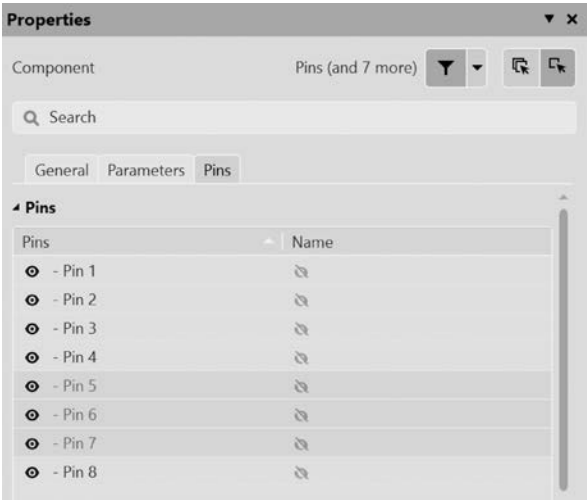
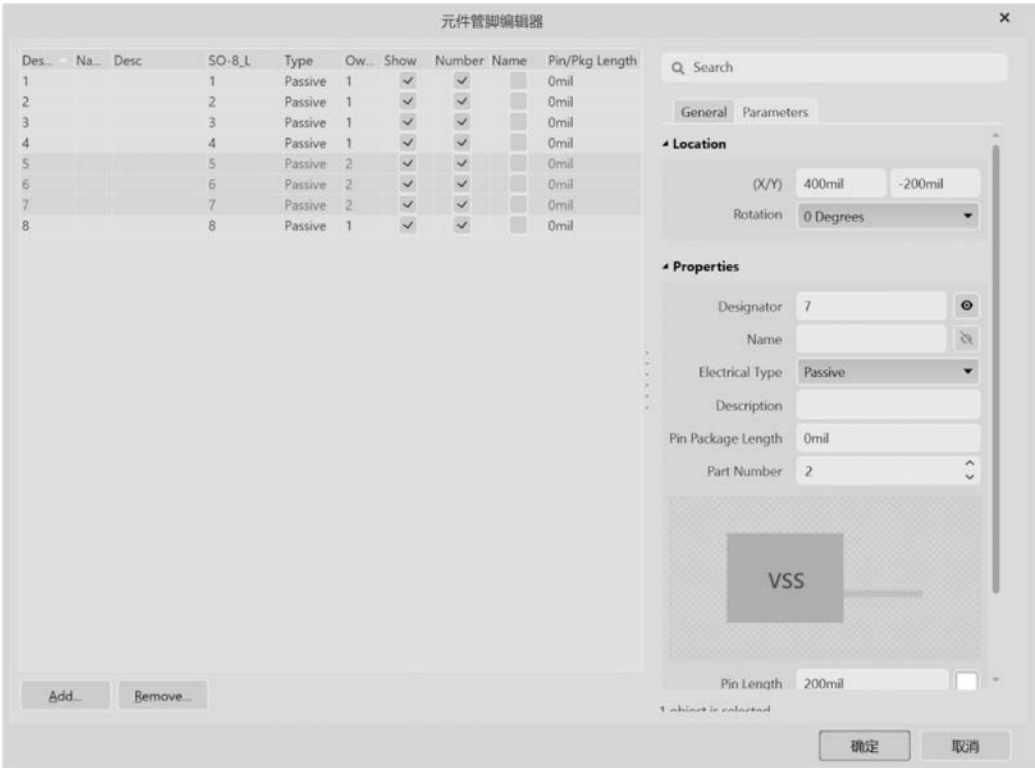

图 5-51 元件库“LM258”元件的引脚属性
图 5-52 元件库文件“LM258”元件引脚属性
(2) 打开该项目下的原理图项目元件库“USB 采集系统. SchLib”，打开“SCH Library”面板，在该面板的原理图符号名称栏中，双击元件“LM258”名称，打开该元件属性如图 5-51 所示，进行相应引脚的编辑。双击任意引脚，进入元件引脚编辑界面，将输出引脚(1 引脚)的电气特性设置为“Output”(输出)，将输出引脚(7 引脚)的电气特性也设置为“Outout”，并保存“USB 采集系统. SchLib”文件，如图 5-52、图 5-53 所示。